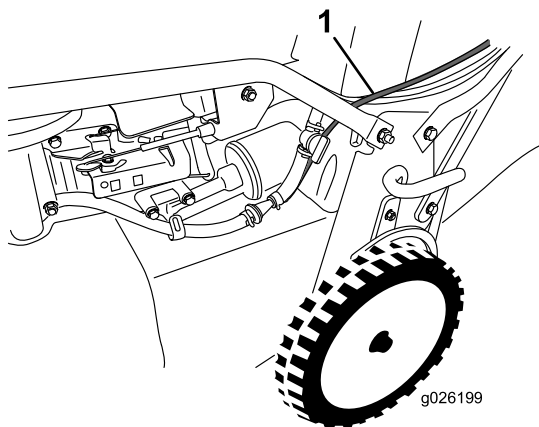

Figura 4
9. Enrute el cable hacia arriba por el lado izquierdo del manillar, según se muestra en Figura 4.